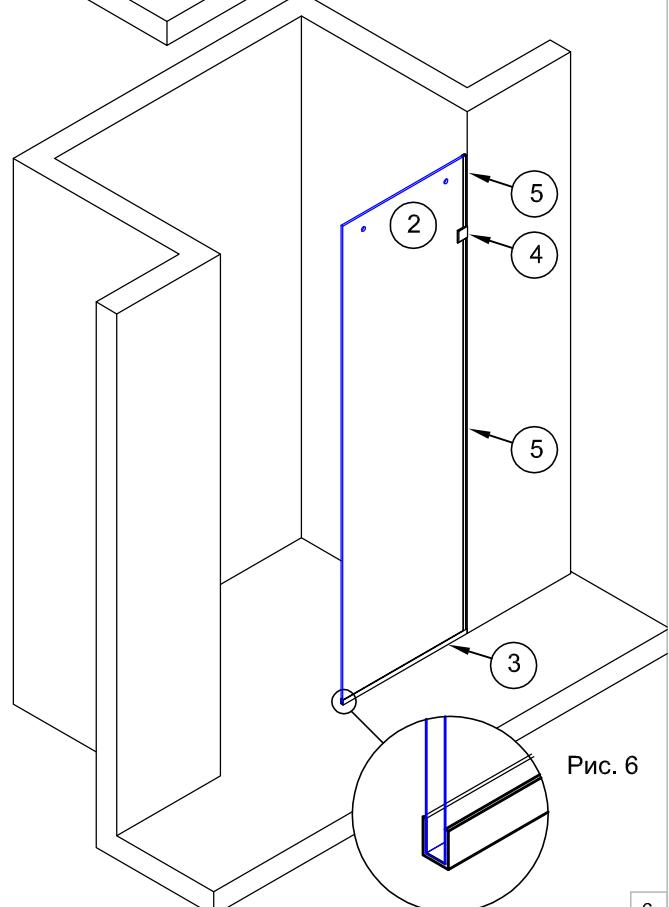

Рис. 6
2.5. Установить уплотнитель №5 на торец стеклянной панели №2 со стороны стены. Отрезки уплотнителя подрезать для плотного прилегания к держателю и к профилю №3 на полу (рис.6).
2.6. В середину профиля №3 нанести силиконовый герметик. Количество герметика нужно рассчитать на заполнение всех щелей между профилем и стеклом (рис.6).
Прижать стекло к стене и полу . Внешние торцы стекла и профиля №3 и №4* должны совпадать (рис.6).